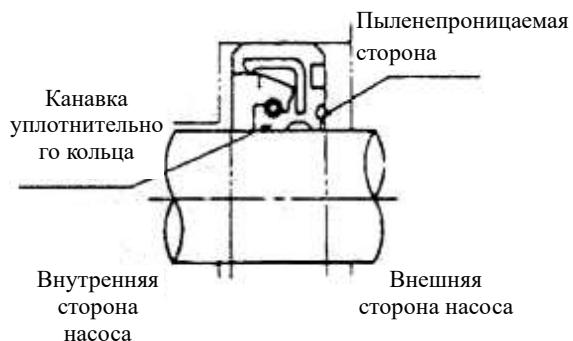

Рис. 7-16
(4) Проверка уплотнительных колец
a) Уплотнительное кольцо 14: (См. рис. 7-18 и 7-19) Уплотнительное кольцо 14 представляет собой комбинированное уплотнение, кромка на внутренней стороне вала насоса выполняет функцию уплотнения, а кромка на внешней стороне в основном предназначена для защиты от пыли (как на рис. 7-16). В целом, необходимо проверить на наличие трещин, износа или деформации сальника, а также необходимо проверить, достаточна ли эластичность резины. Кольцо необходимо заменить, если оно выйдет из строя.